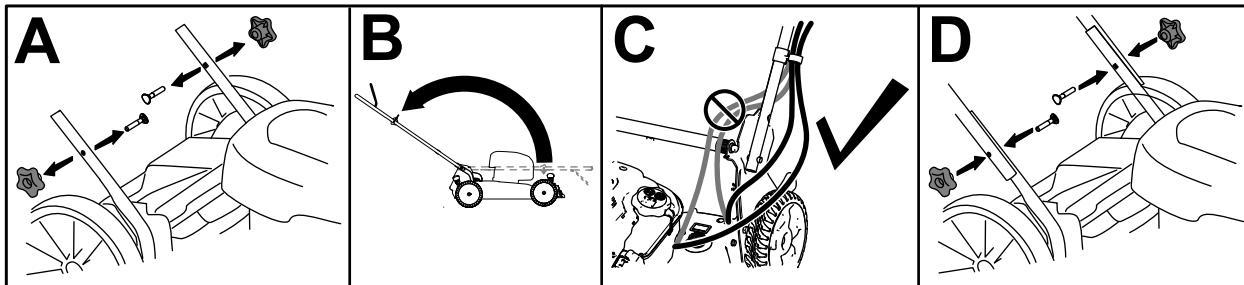

Figura 3
1. Retire los pomos del manillar y los pernos correspondientes de las secciones inferiores del manillar (Figura 3, A).
2. Coloque el manillar superior sobre las secciones inferiores y luego despliegue el manillar (Figura 3, B).
3. Asegúrese de colocar los cables en el exterior del manillar (Figura 3, C, C).
4. Instale los pomos del manillar con los pernos correspondientes y apriételos firmemente a mano (Figura 3, D).